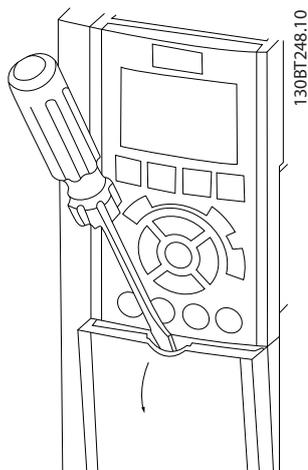

Abbildung 2.8 Zugang zu den Steuerklemmen in den Gehäusen A2, A3, B3, B4, C3 und C4
- Entfernen Sie die Abdeckplatte mit Hilfe eines Schraubendrehers. Siehe *Abbildung 2.8*.